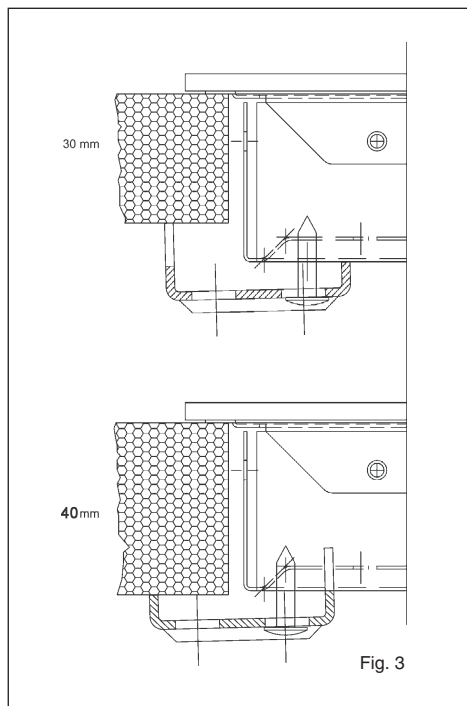

Fig. 3
- Introduire la table de cuisson dans la découpe et la fixer à l'aide des quatre attaches (fig.3 repère 1) en serrant modérément les quatre vis (fig.3 repère 2).
- S'assurer que les joints en caoutchouc (fig. 3 repère 3) sont bien à leur place et que le câble d'alimentation n'est pas écrasé et ni trop incurvé.